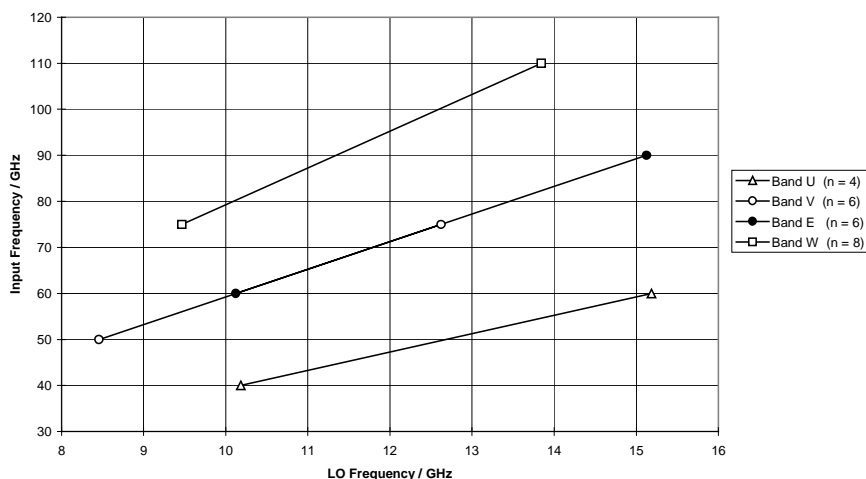

Fig. 1-2: Rapport entre la fréquence LO et la fréquence du signal d'entrée à convertir ($f_{FI} = 741,4$ MHz)
Le signal à mesurer est injecté dans l'entrée (RF) du mélangeur (bride de guide d'ondes standard). Le signal du premier oscillateur local (LO) de l'analyseur de spectre est amené au mélangeur via le connecteur SMA 'LO/IF' (voir tableau 1-1 pour la gamme de fréquence et le niveau du signal LO). Les non-linéarités produisent des harmoniques du signal LO qui sont utilisées pour convertir les signal d'entrée en une fréquence intermédiaire plus basse (FI). La figure 1-2 représente le rapport entre la fréquence LO et la fréquence du signal d'entrée.